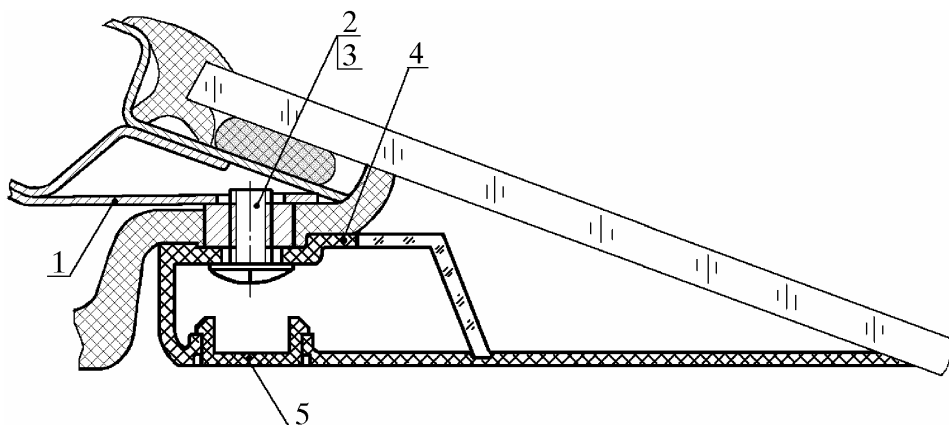

Рис. 5. Отсоединение дополнительного сигнала торможения:
5.1. Отсоединить дополнительный сигнал торможения 4 (рис. 5) от кронштейна 1 его крепления, сняв две заглушки 5 и отвинтив два винта 2 с шайбами 3 (отвертка типа ГОСТ 17199-88).